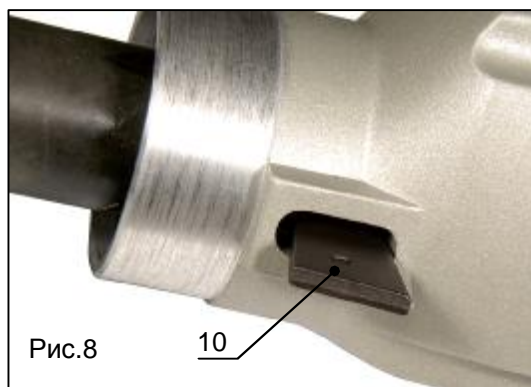

Рис.8
3. Соблюдая осторожность, с помощью клина (поз.10, рис.8) и молотка, выбейте оправку или сверло.